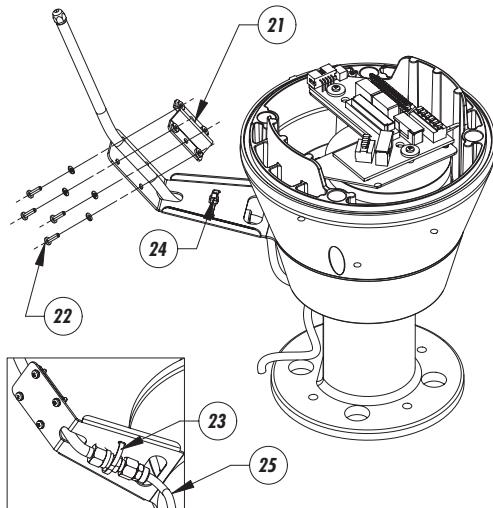
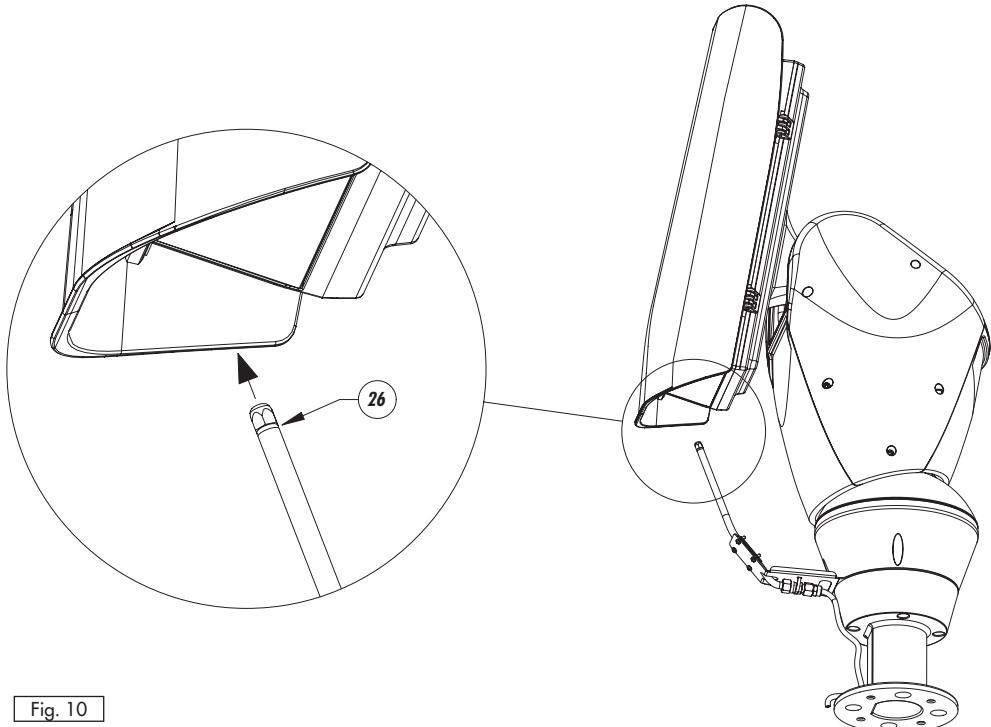

Fig. 9
Fig. 10
- Fissare (Fig. 9) il tubo al sostegno lavavetro tramite la staffetta (21), le viti (22) e le rondelle (23) in dotazione.
- Bloccare il raccordo tramite la fascetta (24) in dotazione e collegare il tubo di manda (25).
- Per calibrare il getto (Fig. 10) orientare l'ugello (26) verso il vetro della custodia.
- Attach (Fig. 9) the pipe to the washer support using the bracket (21), the screws (22) and the washers (23) supplied.
- Lock the coupling using the hoseclip (24) supplied and connect the delivery hose (25).
- To calibrate the jet (Fig. 10) direct the nozzle (26) towards the glass of the housing.
- Fixer (Fig. 9) le tube au support lave-vitre au moyen de la bride (21), des vis (22) et des rondelles (23) fournies.
- Bloquer le raccord au moyen du collier (24) fourni et connecter le tube de refoulement (25).
- Pour calibrer le jet (Fig. 10) orienter la buse (26) vers la vitre du caisson.
- Die Leitung mit dem Bügel (21), den Schrauben (22) und den Unterlegscheiben (23), alles im Lieferumfang enthalten, an der Stütze der Scheibenwaschanlage fixieren (Fig. 9).
- Das Anschlußstück mit Hilfe der beiliegenden Schelle (24) sichern und die Vorlaufleitung (25) anschließen.
- Zur Kalibrierung des Strahls (Fig. 10) die Düse (26) auf die Gehäusescheibe richten.